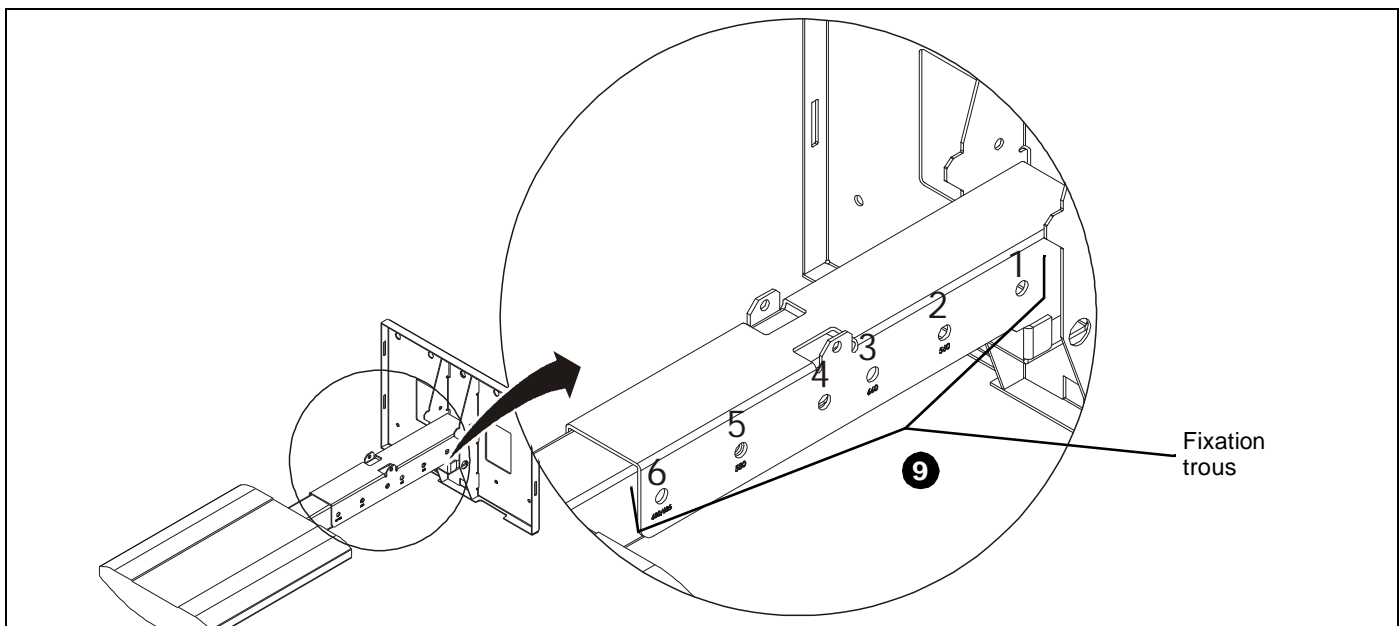

Figure 3
Voir figure 3 pour le positionnement du bras élévateur
9. Fixez le bras d'élévation SMART Board en place à l'aide du matériel fourni avec le système de bras de projecteur SMART Board. (Voir Figure 3)